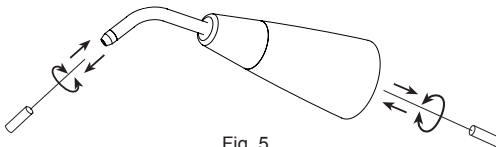

Fig. 5
- 2 Liberare il canale dai residui di polvere utilizzando l'apposito ago di pulizia dato in dotazione (Fig.2 - Rif.C) seguendo i movimenti indicati (Fig. 5). Soffiare aria compressa con la siringa nel foro centrale del terminale da entrambi le parti.
- 2 Liberare il canale dai residui di polvere utilizzando l'apposito ago di pulizia dato in dotazione (Fig.2 - Rif.C) seguendo i movimenti indicati (Fig.5). Soffiare aria compressa con la siringa nel foro centrale del terminale da entrambi le parti.
- 1 Se il passaggio aria del terminale anteriore si ottura, basta azionare l'apparecchio per alcuni istanti utilizzando gli aghi in dotazione (Fig.5) per liberare il canale dai residui di polvere.